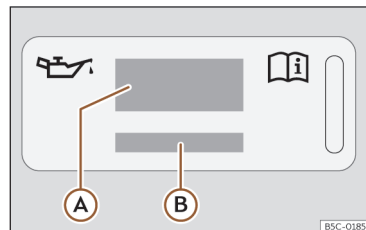
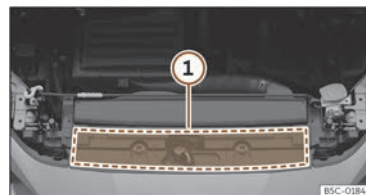

Fig. 227 En el vano motor: etiqueta de aceite de motor
Fig. 228 En el vano motor: zona de ubicación de la etiqueta de aceite de motor
Leyenda de la >>> **fig. 227:**
>>> **fig. 227.** La etiqueta con la norma prescrita se encuentra en la parte delantera en el vano motor >>> **fig. 228** ①. Si utiliza el aceite de motor recomendado, se puede corregir el nivel del llenado tantas veces como sea necesario.
- Si falta la etiqueta con la especificación del aceite motor >>> **fig. 227**, póngase en contacto con un taller especializado.